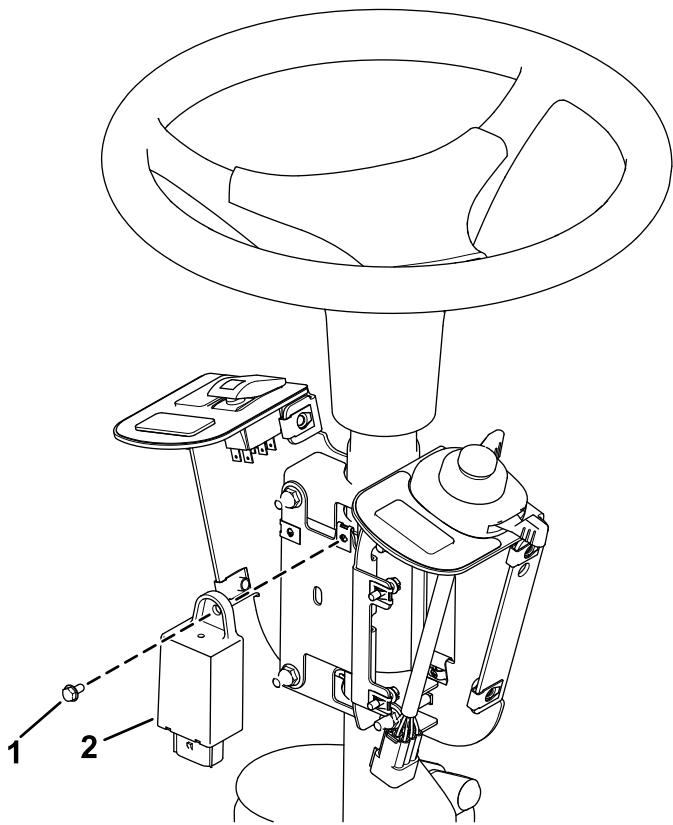

**Figura 5**
3. Instale el interruptor basculante y los tapones del hueco en el soporte de los interruptores (Figura 5).